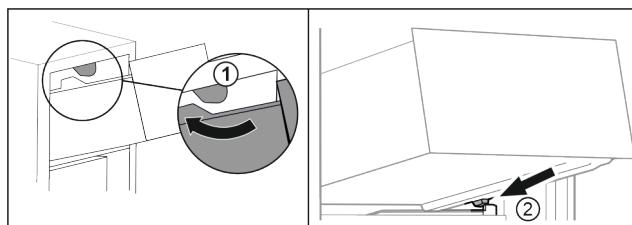

Fig. 88
- Обведите выдвижной ящик вокруг верхнего стопора. Fig. 88 (1)
- Наклоняя вниз, установите выдвижной ящик за нижние стопоры на контейнерное ребро. Fig. 88 (2)